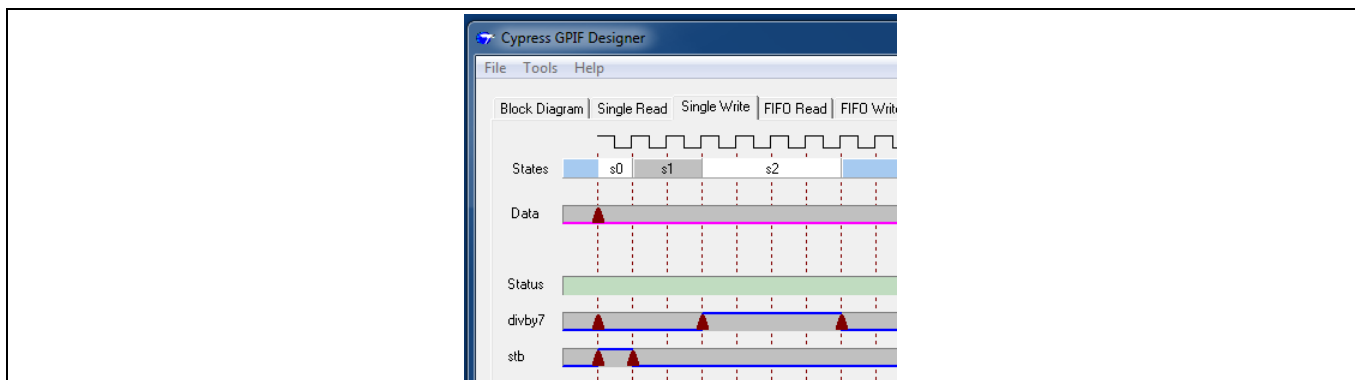

Figure 25 「Divide by 7」と「Strobe」の波形
4. **Single Write** タブを選択します。divby7 バンドでは、最初の三角形から 3 クロック後にステート遷移の三角形を置き、それから 4 クロック後にもう 1 つの三角形を置きます。stb バンドでは、その始まりから 1 クロック後に三角形を置きます。最初の三角形を右クリックして **HI** にセットし、2 番目の三角形を **LO** にセットします。すると、s0 で負極性パルスが正極性パルスに変換されます。波形が **Figure 25** のようになります。